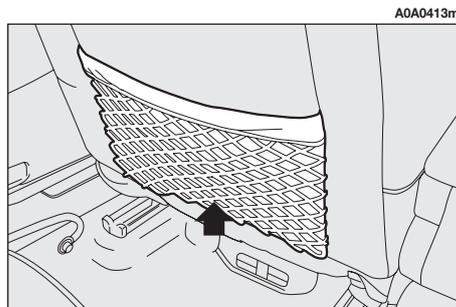

fig. 15
**TASCHE POSTERIORI (fig. 15) (per versioni/mercati ove previsto)**